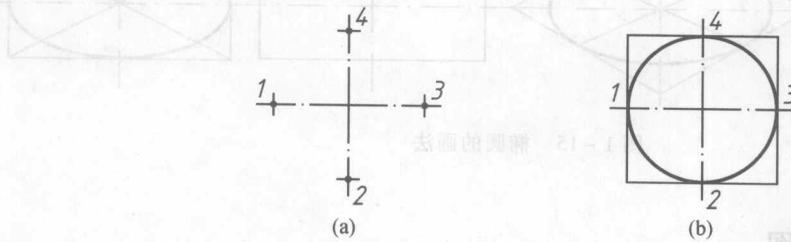

图 1-12 小圆的画法
(2) 画圆
① 圆的画法有几种，画小圆时，先画出中心线，然后用目测定出小圆直径的四个点；根据四点画正方形，在正方形里作内切圆（图 1-12）。